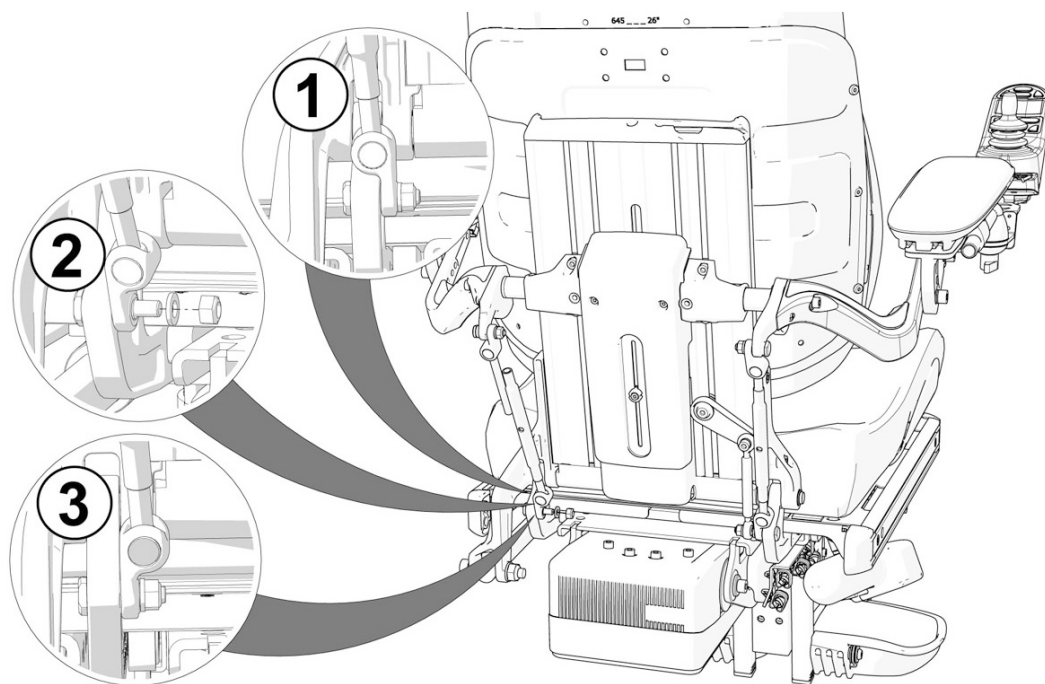

Bild 143. Vänd fästet 180° så att justerstången kommer närmare sitsens mitt.
1. Demontera justerstångens nedre fäste, det sitter monterat med en skruv, bricka och mutter. Se bild 143(1).
2. Vänd fästet 180° så att justerstången kommer närmare sitsens mitt. Se bild 143(2).
3. Återmontera justerstångens nedre fäste i den nya positionen med hjälp av skruven, brickan och muttern. Se bild 143(3).